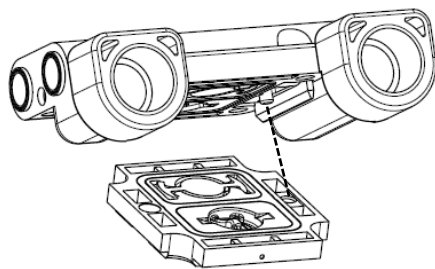

Fig. 16
- 19. Zwischenplatte (6) einlegen.
**i ACHTUNG:** Ausrichtung beachten, damit Anschlüsse am Ende in die korrekte Richtung zeigen. Stift und Loch System verhindert falsche Montage. Siehe Fig. 16.
- 20. Anschlussplatte (4) auf Zwischenplatte (6) montieren, die vier Kopfschrauben (1) über Kreuz mit Drehmoment 2.5 Nm\*\* festziehen.